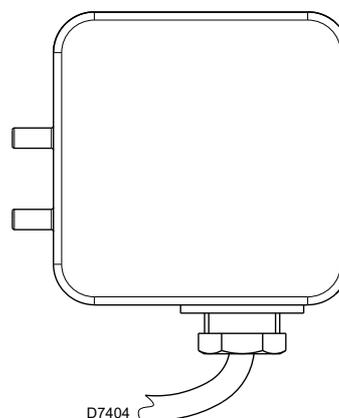

Fig. 19
- Régler le pressostat d'air (Fig. 19) en début d'échelle.
Effectuer le réglage du pressostat air (Fig. 19) après avoir effectué tous les autres réglages du brûleur avec le pressostat air réglé en début d'échelle.